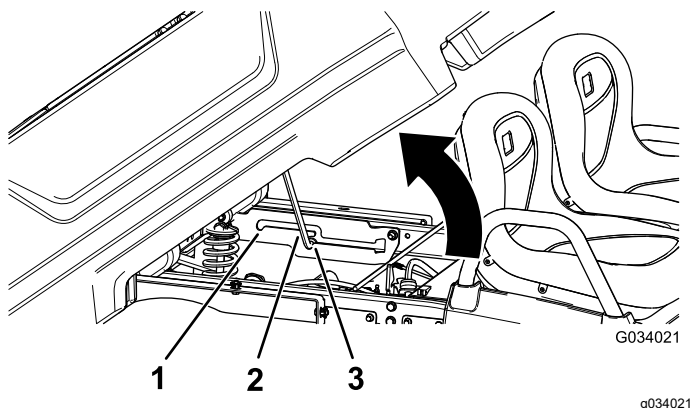

Figura 14
2. Tire de la varilla de sujeción hasta que entre en la ranura de retención de la posición de volquete, para afianzar la caja (Figura 14).
2. Tire de la varilla de sujeción hasta que entre en la ranura de retención de la posición de servicio, para afianzar la caja mientras se realizan tareas de mantenimiento(Figura 14).
2. Extraiga la varilla de sujeción de la ranura de retención (Figura 14).